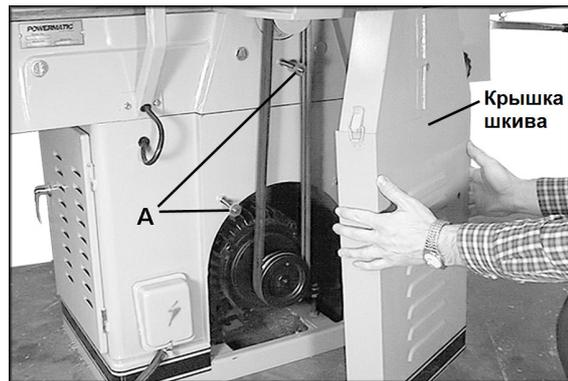

Рис. 9
1. Открутите три колпачковые гайки и плоские шайбы на крышке шкива с помощью 14 мм гаечного ключа. Снимите крышку, чтобы открыть ремни и шкивы. См. Рис. 9.
ПРИМЕЧАНИЕ: шестигранные гайки и плоские шайбы на шпильках (А, Рис. 9) следует оставить на месте; они не дают крышке шкива изгибаться при затягивании колпачковых гаек.